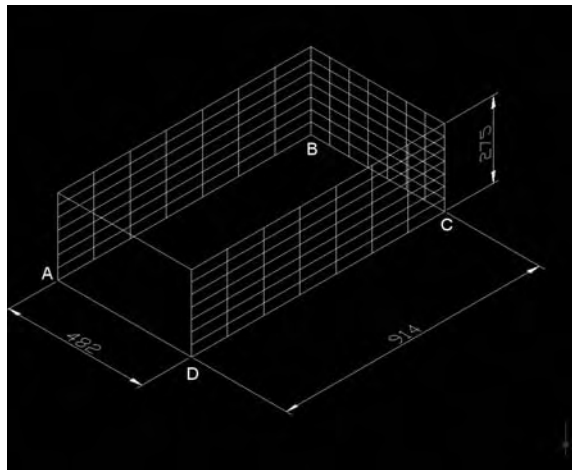

Fig.14.1
- 2 Tracez une polyligne ouverte (ABCD) de dimension 914, 482, 914 cm (fig.14.1).